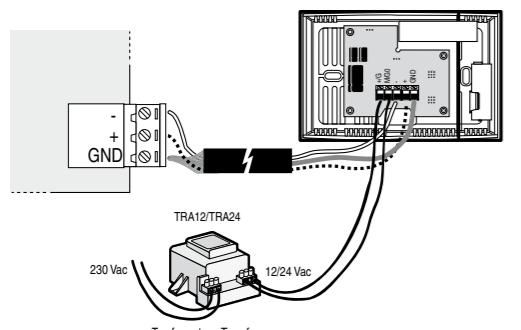

Fig. 6
The 8 dipswitches (DIP1, 8) permit the selection of the serial transmission mode and the address of the peripheral, as shown in Fig. 6:
Fig. 6 shows the diagrams for the connections with direct or optically-isolated serial output. Figure 4 shows a typical wiring connection diagram with a CAREL pCO family controller.
- requires multiple serial probes, a transformer must be used for each probe. Doing this, the max connection distance is 100 m (Fig. 6) between the probes and 500 m in total. In this case, the secondary (G-G0) can be earthed (G0).
In Fig. 6 sind die Anschlusspläne mit direktem oder optoisoliertem seriellen Ausgang enthalten. Fig. 4 gibt einen Schaltplan mit pCO-Steuerung von CAREL an.
- Zur Reduzierung von Versorgungsströmen (bei NICHT optisierten Versionen) kann eine zusätzliche Versorgung über einen externen Transistor verwendet werden (siehe Fig. 7 Transformatorcode TRA12VDE00 oder TRA2400001). Der Transistor darf nicht geerdet werden; er kann in der Schalttafel der Steuerung positioniert werden, um Versorgungsstörungen zu beseitigen. Sollte die Anwendung mehrere serielle Fühler erfordern, ist ein Transistor für jeden Fühler vorzusehen. Dabei kann der maximale Anschlussabstand 100 m (Fig. 6) zwischen den Fühlern und 500 m insgesamt betragen.